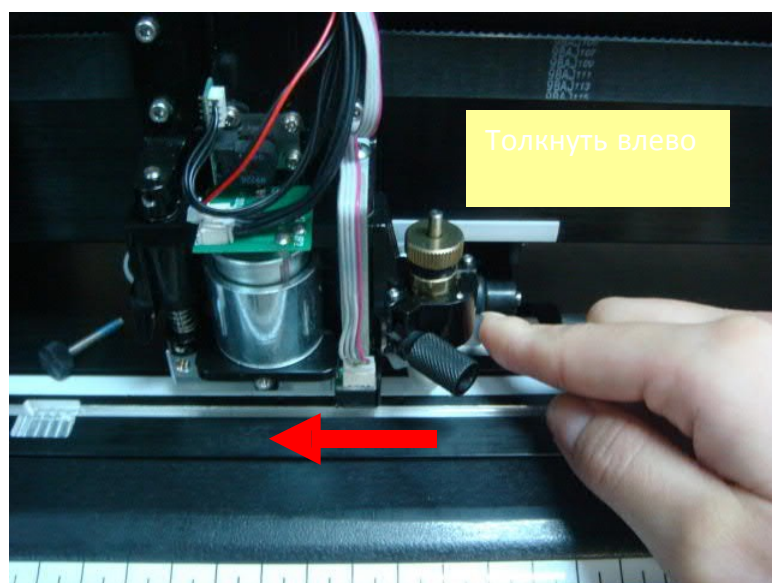

Рис. 2-50
**Шаг 9** Присоединить фиксатор отрезного ножа к каретке, нажимая на металлическую пластину справа и одновременно толкая блок отреза вверх (рис. 2-50 и 2-51). Прикрутить винт (рис. 2-52).